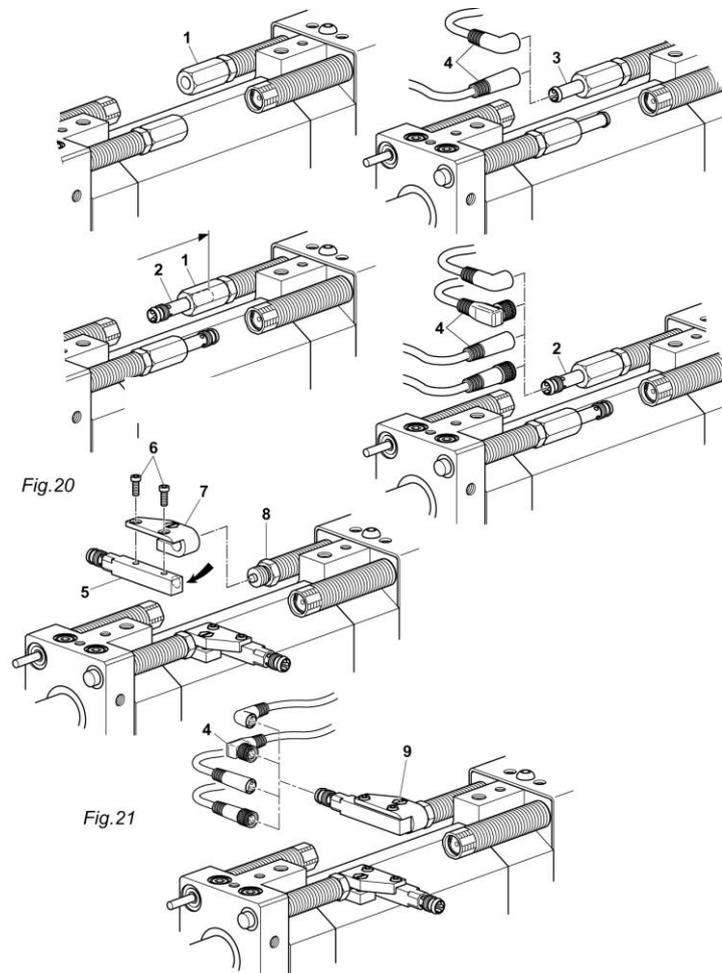

Abb. 16 Montage Initiator 8x8 mm
Je nach Steuerungsart muss der Schalttyp PNP oder NPN der Initiatoren bestimmt werden. (Abb. 16)
1. Initiator (Abb. 16, 5) mit Schrauben (Abb. 16, 6) auf Halter (Abb. 16, 7) schrauben.
2. Halter (Abb. 16, 7) mit Initiator bis zum Anschlag auf Anschlagsschraube (Abb. 16, 8) stecken.
3. Mit Schraube (Abb. 16, 9) festklemmen.
4. Stecker (Abb. 16, 4) montieren.